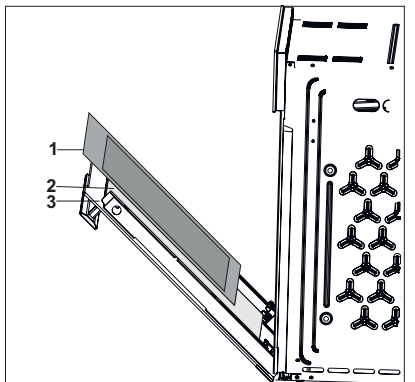

Fig. 38
- Remover o vidro interior e intermédio do aparelho para o limpar (Fig. 38).